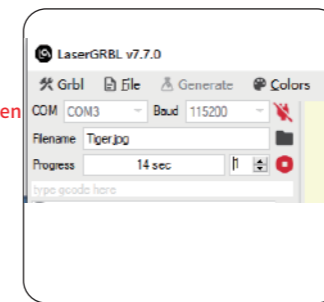

Abbildung 19 Stoppen Sie das Gravieren/Schneiden
- **Wenn Sie das Gravieren/Schneiden stoppen möchten, während die Maschine läuft, können Sie auf die Stopp-Schaltfläche klicken, wie in Abbildung 19 gezeigt, um das Gravieren/Schneiden zu stoppen.**